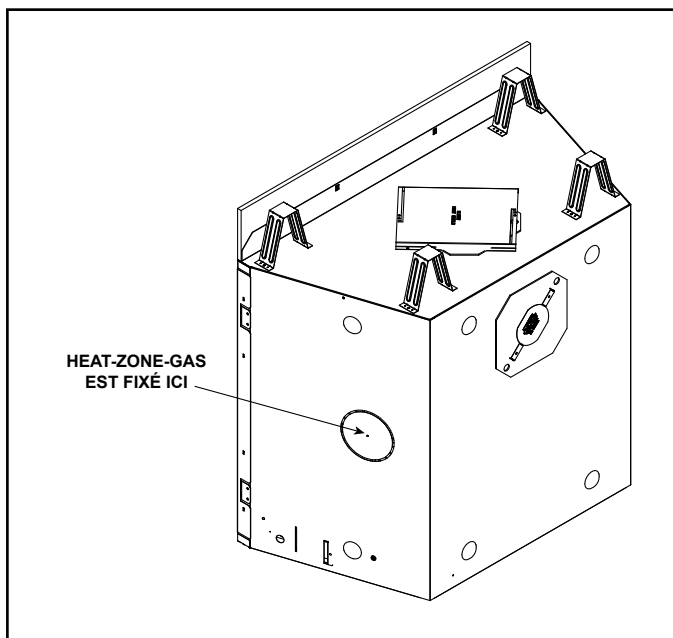

Figure 8.5
- Retirer l'alvéole défonçable du foyer, et la jeter (consulter la Figure 8.5).